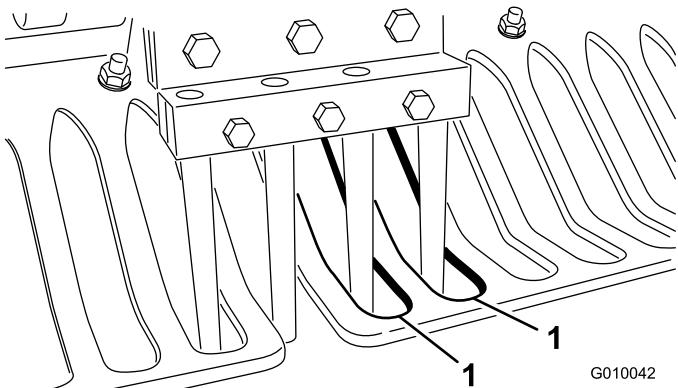

Figura 26
- Verifique se os dentes estão alinhados com o centro das folgas nos protectores de relva (Figura 26). Ajuste os protectores de relva consoante necessário e aperte as porcas.